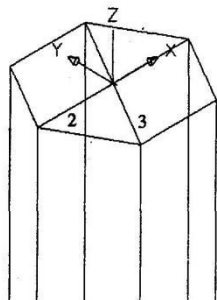

图 10-33 移动用户坐标系
6、执行【直线】命令，打开对象捕捉功能，绘制如图 10-33 所示直线 2 和直线 3。在命令行中输入 ucs 命令，命令行提示如下。